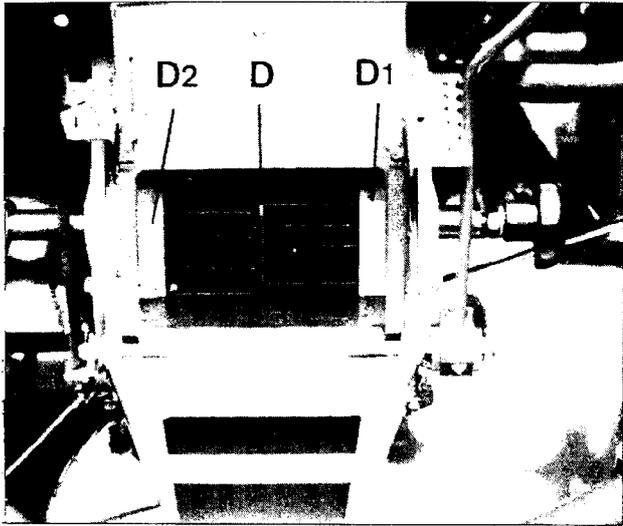

Fig. 8
Le débit peut être varié grâce à la roue à grosses cannelures (D) et aux deux roues à petites cannelures (D1 + D2, fig. 8) avec 3 positions d'entraînement ainsi qu' au variateur de régime de rotation.